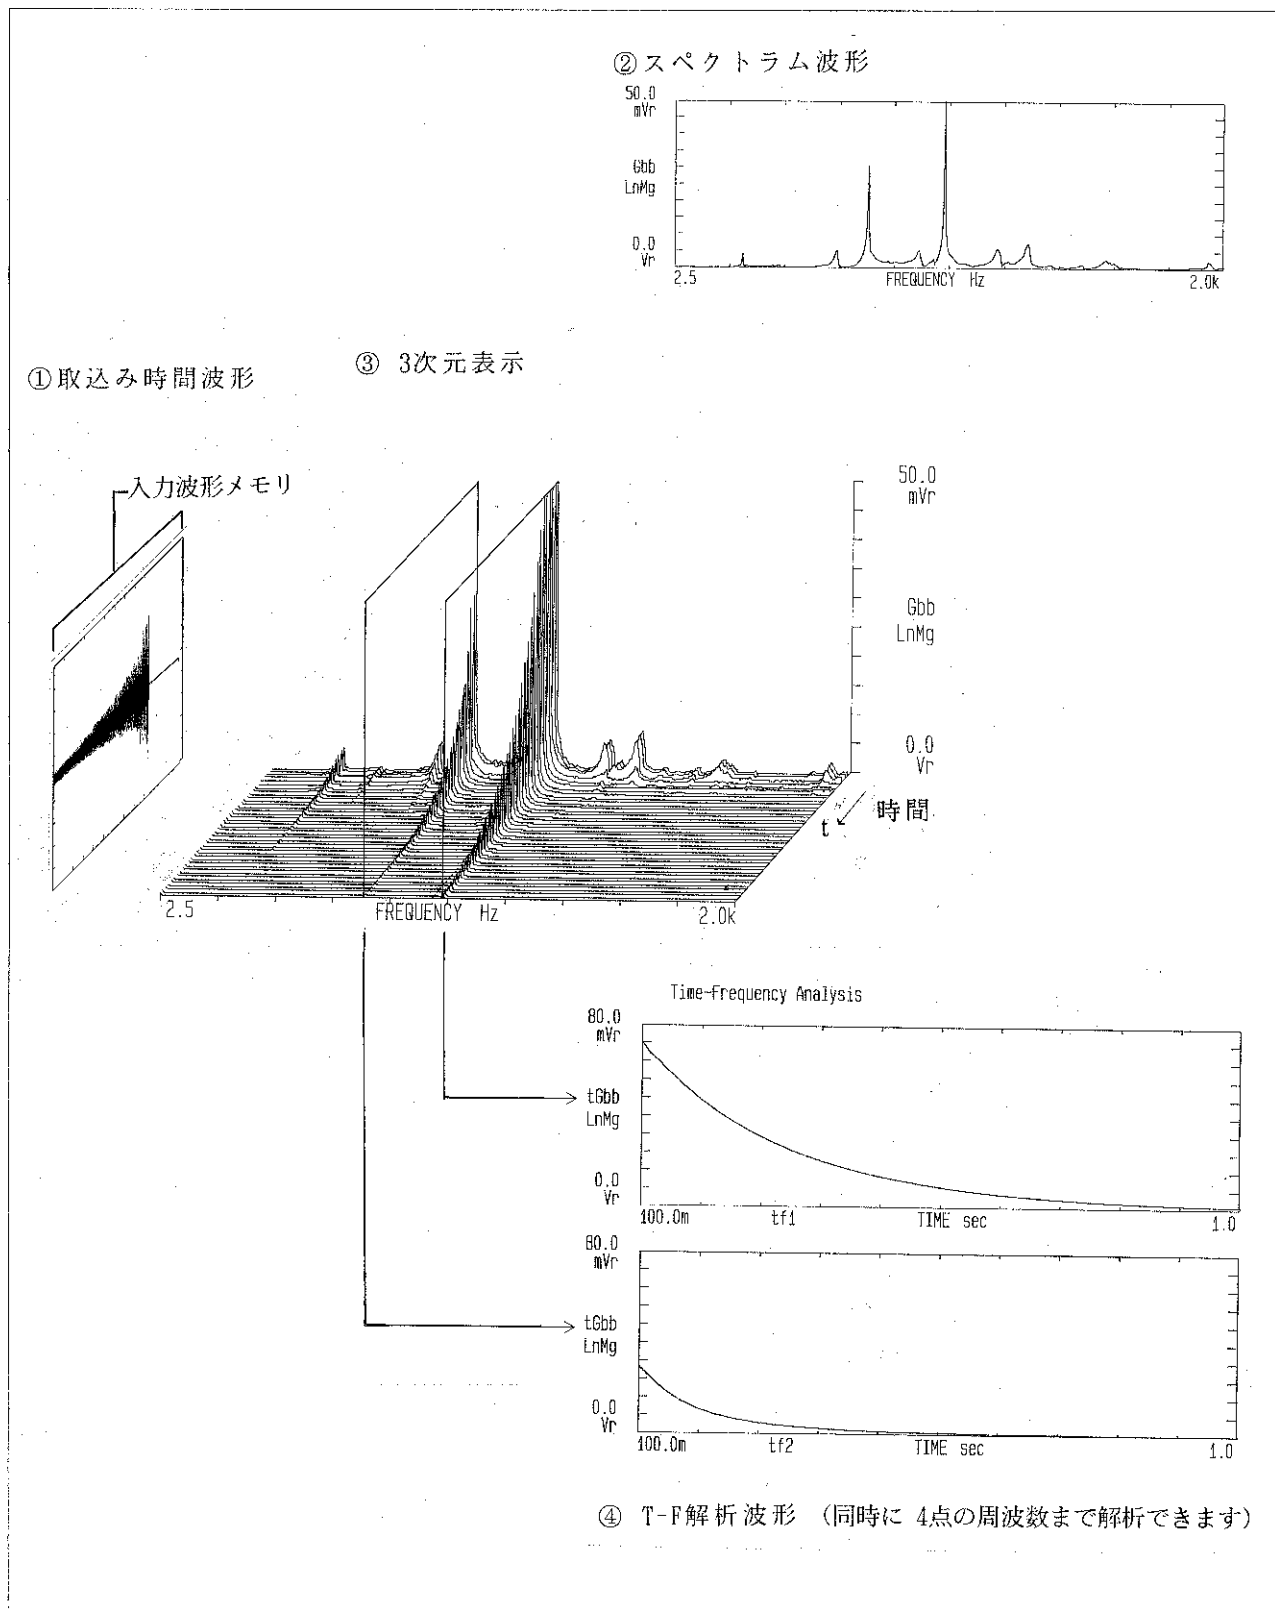

図2-6 時間一周波数解析モードの測定概念図
TFモードはトリガを設定して、入力波形メモリに過渡的な信号を記録します(図2-6の①)。
- (1) この記録波形の任意の部分の瞬時スペクトラム観測ができます(図2-6の②)。
- (2) この記録波形を、順次に、スペクトラムなどの3次元表示にすることができます(図2-6の③)。
- (3) 過渡信号の減衰特性などの特定周波数成分の時間変化を解析できます(t-f解析)(図2-6の④)。